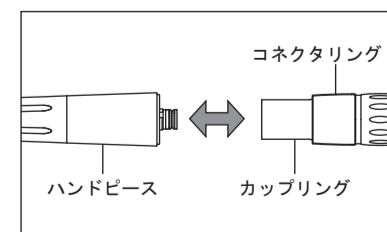

図2
- 1) ハンドピースをカップリングに真っ直ぐ挿し込みます。(図2)